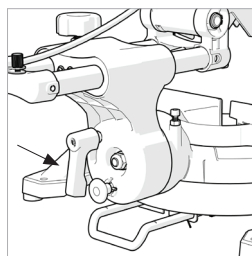

Fig. 33
- Afloje la palanca de bloqueo de bisel. (**Fig. 33**)